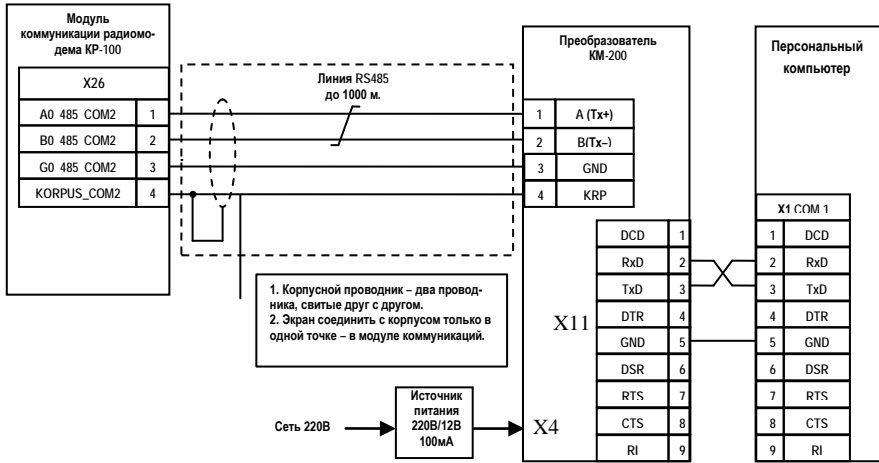

Рис.2. Схема подключения компьютера по интерфейсу RS485
3.1.1. Радиомодем КР-100 имеет встроенный интерфейс RS485 поэтому для связи с компьютером необходим 1 преобразователь интерфейсов KM-200. Схема подключения показана на рис.2.